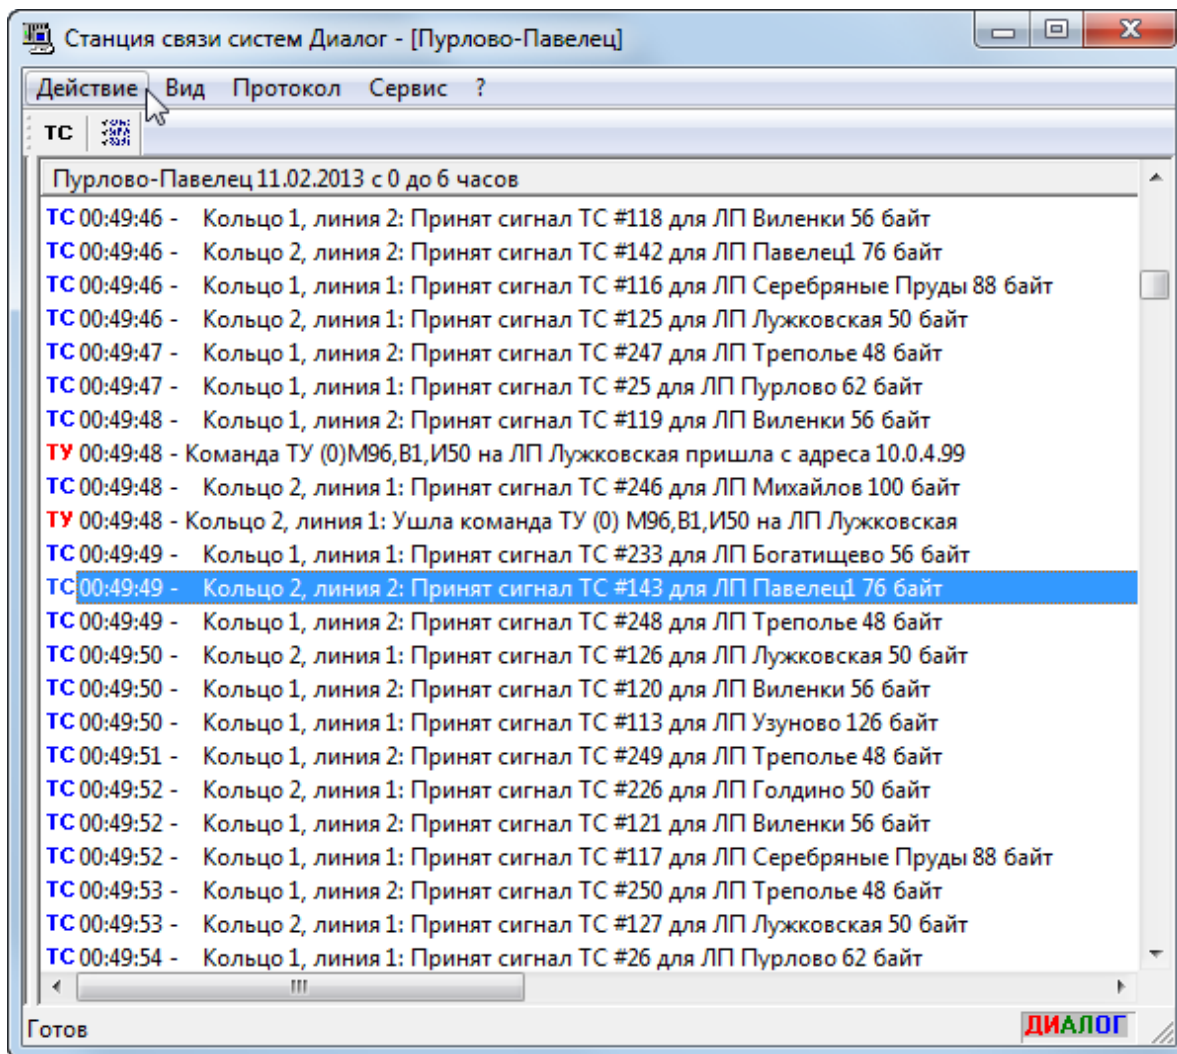

Рис.4.8. Просмотр записей протокола Станции связи
- *Поиск* - вывод окна просмотра записей протокола (Рис.4.8). Для просмотра записей используется полоса прокрутки и фильтр сообщений.